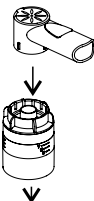

Рисунок 6-3
- Встановіть насадку для рота чи маску для проведення інгаляції на верхню частину ємності для ліків (див. рис. 6-3, 6-4).